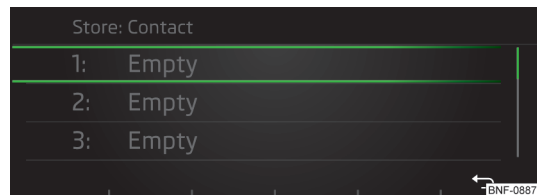

Fig. 114
► Vælg positionen for lagringen » Fig. 114.